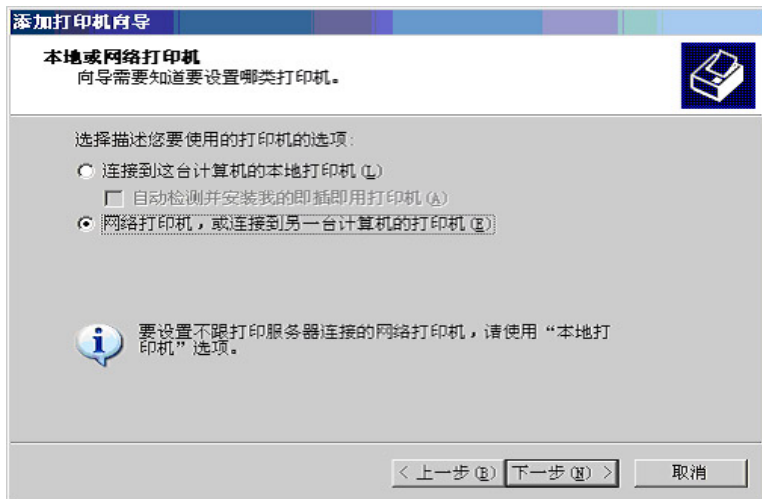

图 7-62 “添加打印机向导”对话框（二）
- 选择“网络打印机，或连接到另一台计算机的打印机”，单击“下一步”按钮，如图 7-62 所示。